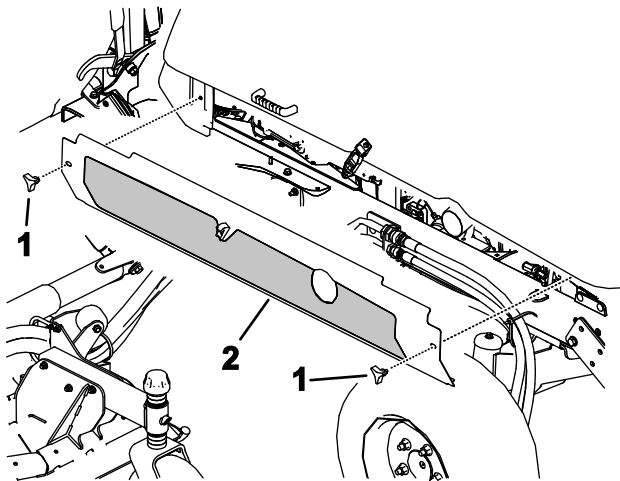

図 108
4. ノブをゆるめて両側のシュラウドを外す 図 108。
5. サイドシュラウドを取り付ける 図 108。